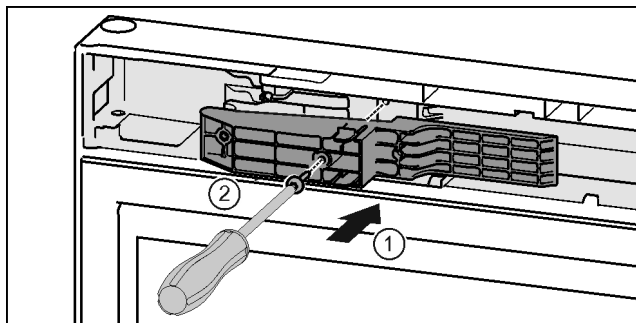

Fig. 48 *
- ▶ Τοποθετήστε τον αντίπορα στην πλευρά της λαβής στην εγκοπή. Fig. 48 (1)*
- ▶ Σφίξτε τις βίδες με κατσαβίδι T15. Fig. 48 (2)*